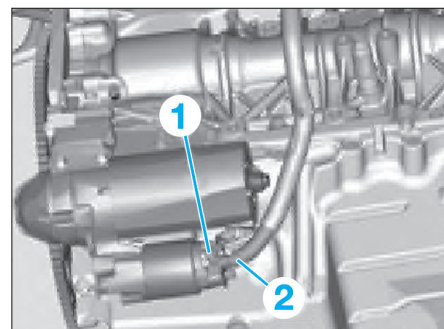
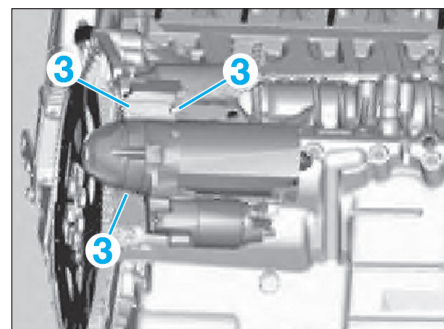

Fig. 4
Fig. 5
- Débrancher le connecteur électrique (1) (Fig.4).
- Déposer l'écrou et retirer le câble positif de la batterie (2).
- les vis de fixation (3) du démarreur (Fig.5),